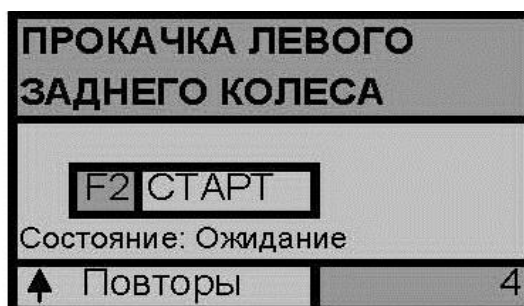

Рис. 7.78
Для начала процедуры прокачки следует нажать клавишу «F2» см. рис. 7.78.
P.S. В случае неуспешного завершения теста, сообщение в соответствии с рис. 7.78 не выводится. В этом случае следует повторить процедуру прокачки соответствующего колеса. Далее, при необходимости, следует проверить неисправности АБС и устранить их.